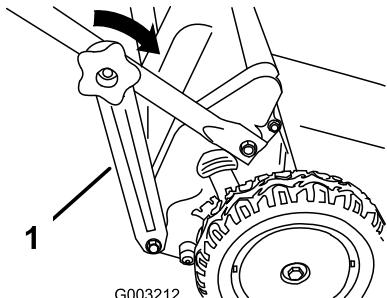

Figura 6
- Fije los soportes del manillar (Figura 6) a los lados del manillar inferior.